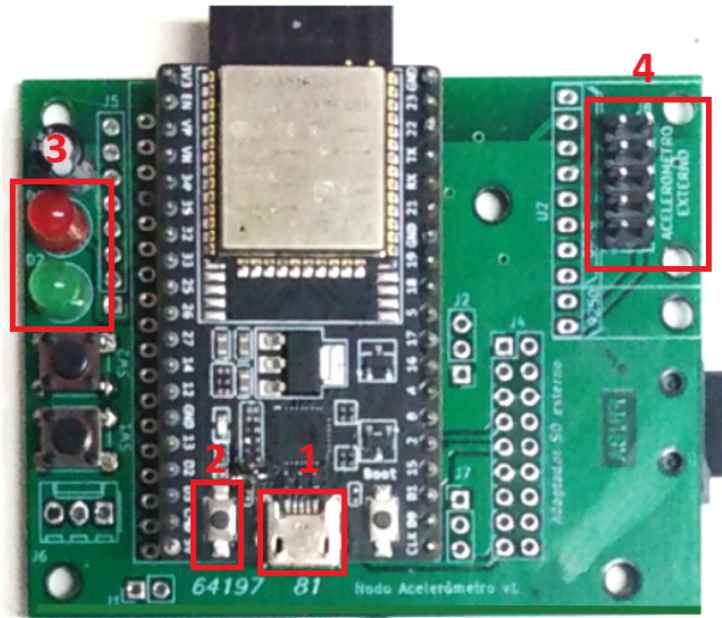

Figura 1: Vista Nodo superior
La alimentación del dispositivo se realiza mediante un conector micro USB (1) como puede verse en la Figura 1 y una tensión de 5V. Puede ser conectado a una computadora, batería portátil o fuente de tensión.
Para reiniciar el tenemos dos opciones, una es desconectarlo de la fuente de alimentación y la otra es utilizando el botón (2) que se encuentra a la izquierda del conector micro USB que se puede ver en la Figura 1
EL nodo cuenta con dos luces indicadoras (3), una roja y una verde, como se puede ver en la Figura 1. La Luz verde nos indica el estado de sincronización del nodo con el servidor de sincronismo. Si esta encendida indica que el nodo ha finalizado de recolectar datos para el sincronismo. Sin embargo, si por alguna razón el mismo se des-sincronice esta luz continuara encendida. La luz roja al estar encendida es indicativa de que el nodo esta recolectando datos con el acelerómetro. Puede darse el caso de que esta parpadee y esto nos esta indicando que hay algún error con el acelerómetro, con lo cual se recomienda su remplazo.
El acelerómetro debe ir conectado mediante un clave plano al conector (4) ubicado en la placa como puede observarse en la Figura 1. Dado que al encender el nodo este verifica la presencia del sensor, este debe estar conectado antes de energizar el nodo.